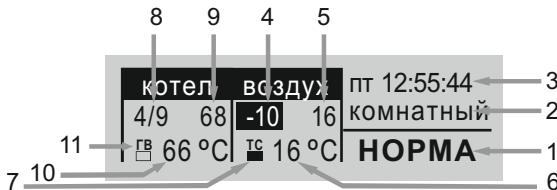

Рисунок 6. Информация главного окна
4.7.3 Описание информации на дисплее в режиме главного окна в соответствие с рис. 6: